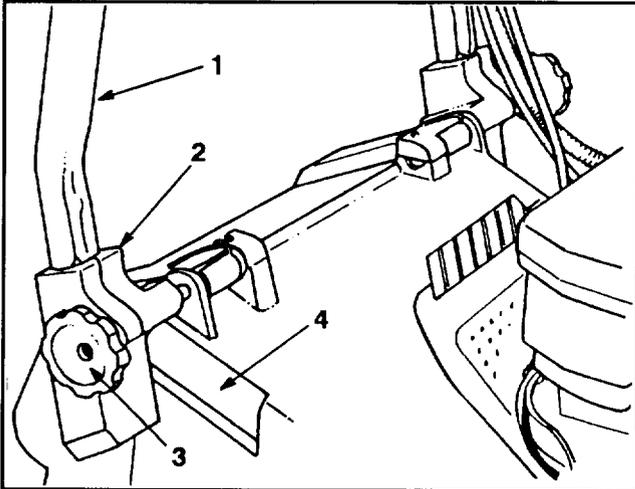
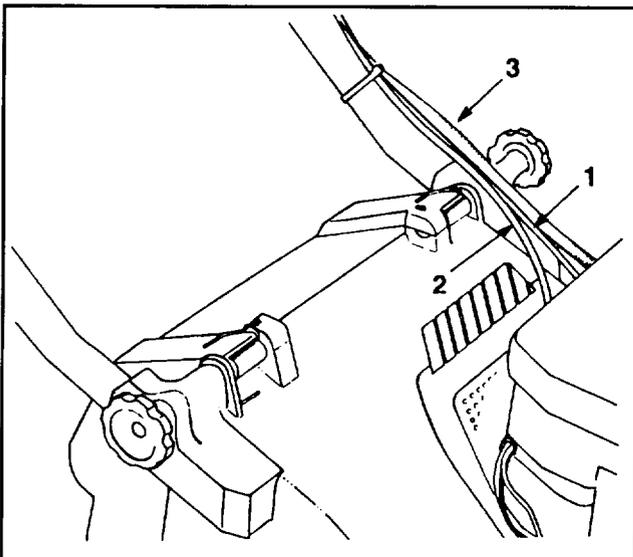

Figure 1
Figure 2
1. INSTALLATION DU GUIDON – Desserrer les boutons du support de montage (fig. 1).
3. Glisser les extrémités du guidon dans les trous des supports de montage jusqu'à ce celles-ci soient bien en place dans les supports (fig. 1). S'assurer que les câbles des gaz et du démarreur électrique (modèles key-lectric) reposent sur le haut du support de montage de gauche (fig. 2).
4. Faire tourner la poignée et les supports vers l'arrière jusqu'à ce que ces derniers soient fermement maintenus dans les cavités du carter (fig. 2).